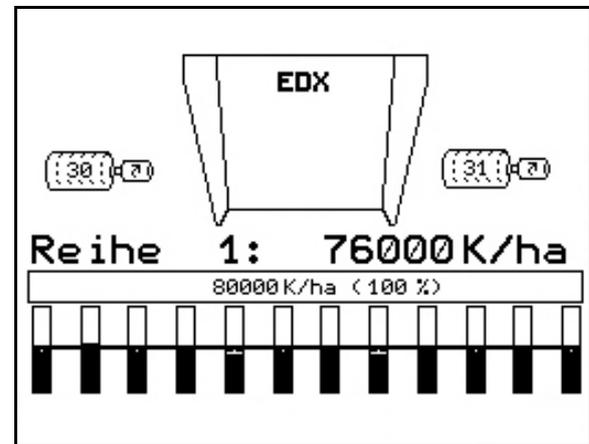

Fig. 72
- La dosificación previa asegura una asignación completa del tambor durante la dosificación. (Fig. 72).